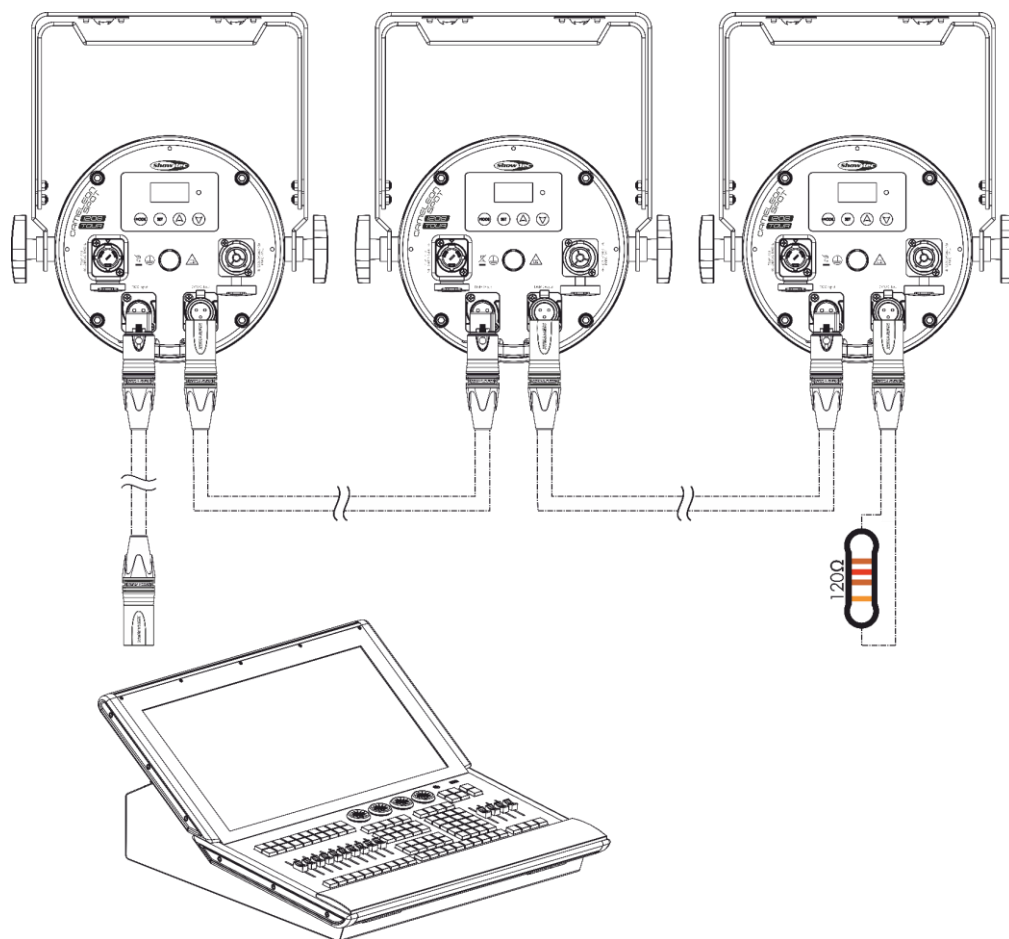

Fig. 10
- 03) Ripetere il punto 2 per collegare tutti i dispositivi in un collegamento in serie, come mostrato nella Fig. 10.